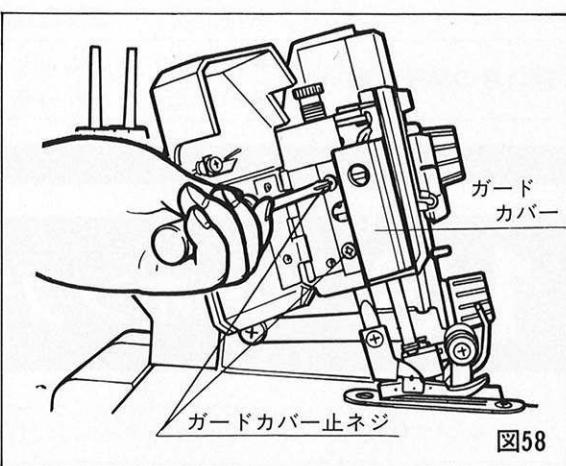

図58
- ガードカバー止ネジ(2本)をゆるめ、ガードカバーを外す。(図58)